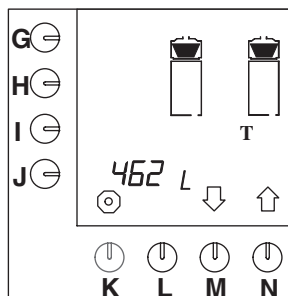

Fig. 50 Compteur totalisateur du système de filtration
- Appuyez sur la touche de sélection (N.)↑ jusqu'à ce que la fig. 50 s'affiche sur l'écran de contrôle.